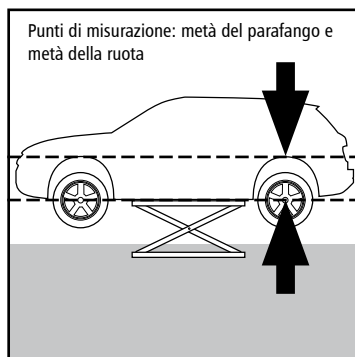

Figura 2, veicolo con i molleggi non compressi
4. Adesso i molleggi del veicolo non sono più compressi e le ruote non hanno più alcun contatto al suolo (figura 2). Misurare nuovamente la distanza fra la metà della ruota e la metà del parafrangente.